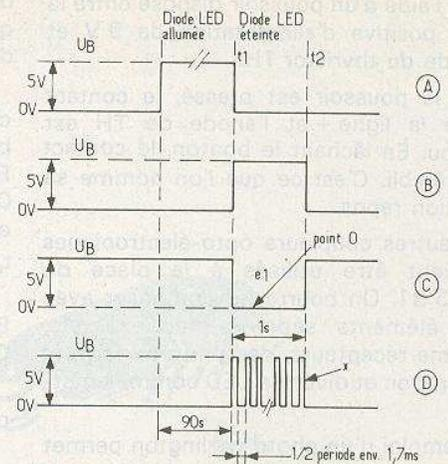

Fig. 5
La tension de la base de  $Q_2$  est stabilisée par la diode zener ZX 6,8 de 6,8 V. A la figure 5 on montre la forme des signaux.
- En (B) on peut voir la forme du signal du monostable. C'est une impulsion positive qui dure une seconde seulement.
- En (C) de la figure 5 on montre la forme de la tension mesurée sur le collecteur du transistor  $Q_1$ . Pendant la durée de l'exposition, cette tension est positive et égale à + 5 V. A la fin elle est nulle.